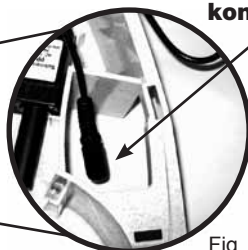

Fig. 2f
- 6) Ta därefter bort pumpen genom att först koppla bort den inbyggda kontakten (Fig. 2f) och därefter lyfta ut den ur fontänen. Avlägsna eventuellt hår eller foder som samlats runt flödeskontrollvredet och pumpens intagsplatta.